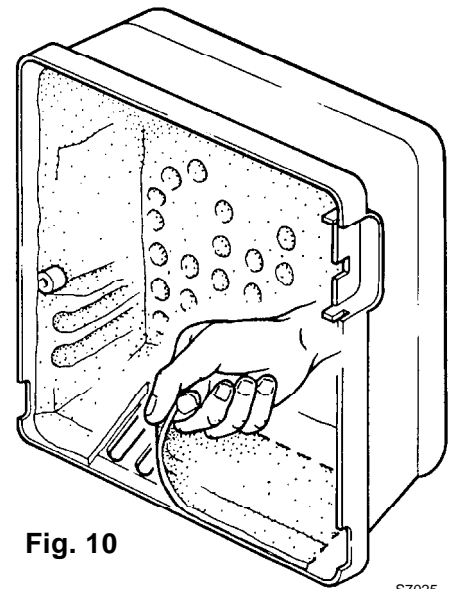

Fig. 10
**C** Dans le modèle BS4D type 918T1, pour garantir le fonctionnement avec une puissance de 220 ÷ 250 kW, enlever l'insonorisant pré-découpé pour libérer les fentes supplémentaires d'entrée de l'air dans le capot (voir fig. 10).